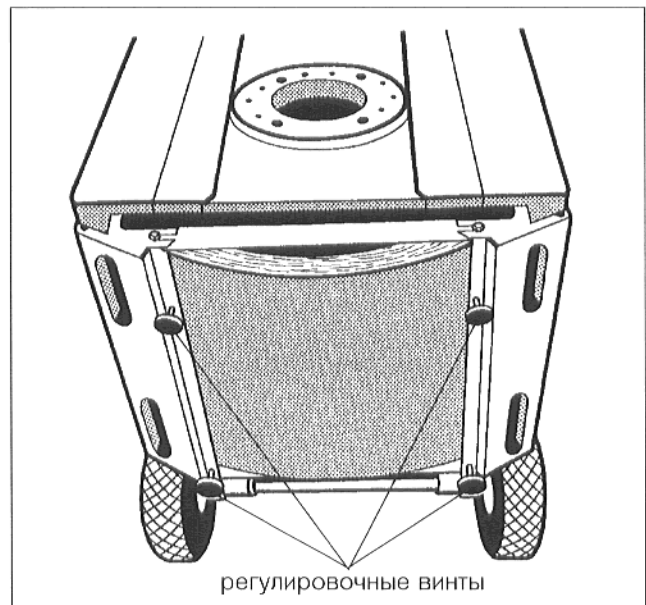

Рис. 4
- Если Вы пользуетесь тележкой фирмы Buderus для транспортировки котлов, опрокиньте котел на 90°. Без тележки: слегка опрокинуть котел назад, и предохранить котел так, чтобы регулировочные винты можно было бы без опасности ввинтить в угловую шину (рис. 4).